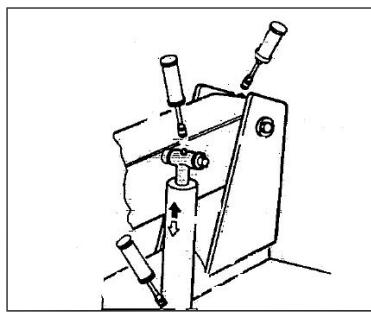
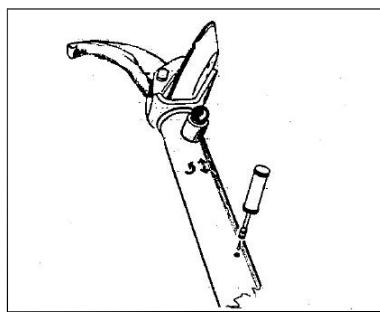

Рис. 35
Рис. 36
3) Периодически смазывайте подъемный цилиндр кронштейна кулачкового зажима и шарниры. Заправьте смазку через предусмотренные конструкцией масленки (см. рис. 35). Используйте стандартную смазку. Смажьте цилиндр монтажной лапы (см. рис. 36).